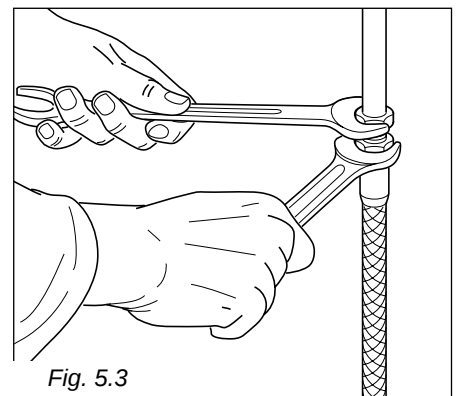

Fig. 5.3
- ✓ Pour le vissage des pièces, prenez la précaution d'utiliser 2 clefs (fig. 5.3).
- Dévisser la vis de blocage du brûleur (fig. 5.3)